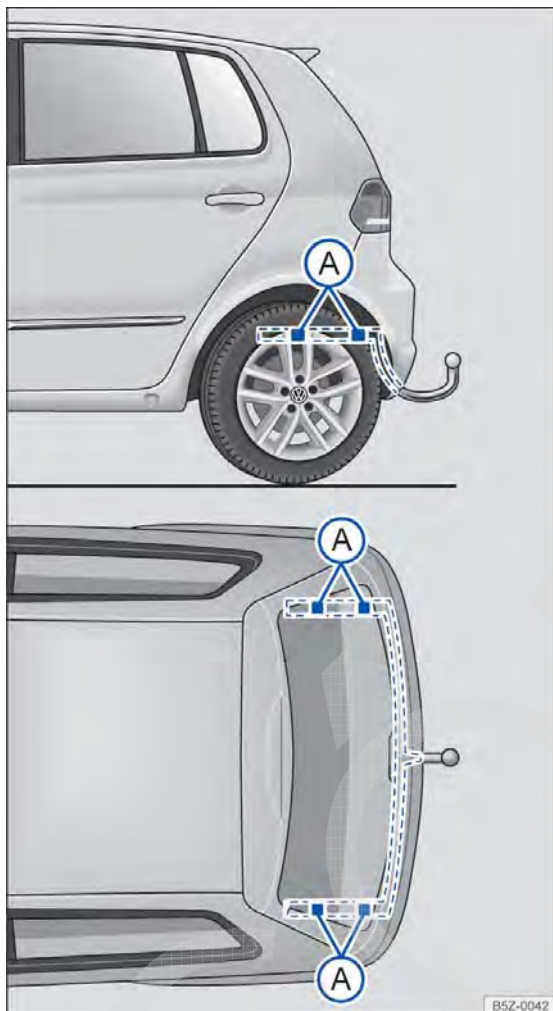

Fig. 82 Pontos de fixação para instalar um dispositivo de reboque posteriormente.
A figura → Fig. 82 ilustra, como exemplo, o ponto de fixação para instalar um dispositivo de reboque do modelo Novo Fox.
A montagem posterior de um dispositivo de reboque deverá ser efetuada de acordo com as instruções do respectivo fabricante do engate, sempre respeitando os pontos de fixação indicados na → Fig. 82 (A).